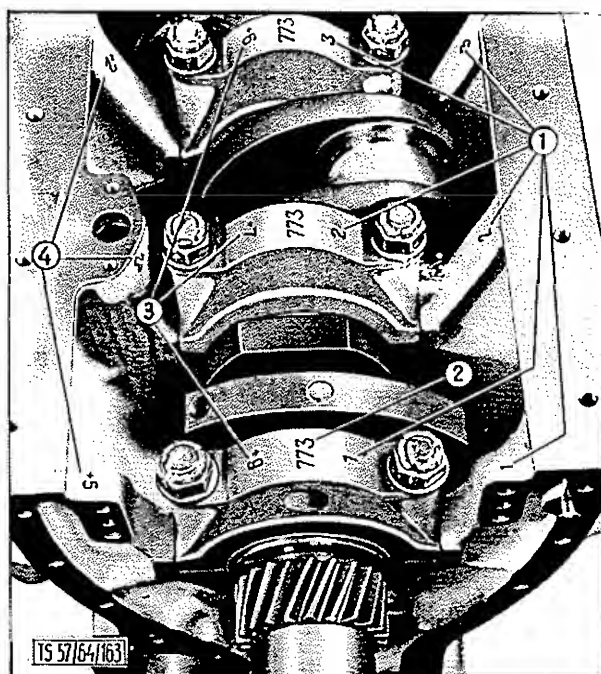
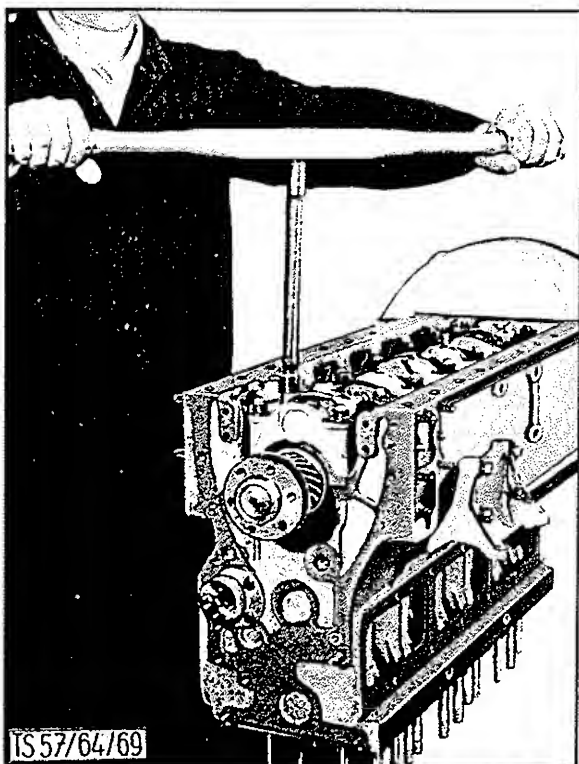

BILD 39: Numerierung des Hauptlagerdeckels
BILD 42: Festziehen des Hauptlagerdeckel
2. Kurbelwelle in ihre Lager einlegen und Hauptlagerdeckel aufsetzen. (Numerierung beachten Bild 39.) Beim Paßlager prüfen ob die seitlichen Anlaufscheiben, mit der Nase in der Aussparung und die Schmiernuten zur Kurbelwelle zeigen. Lagerschrauben ölen und gleichmäßig und zügig mittels Drehmomentschlüssels auf 20 mkg festziehen (Bild 42). Nach dem Festziehen sich von der Leichtgängigkeit der Kurbelwelle durch Hin- und Herdrehen überzeugen.